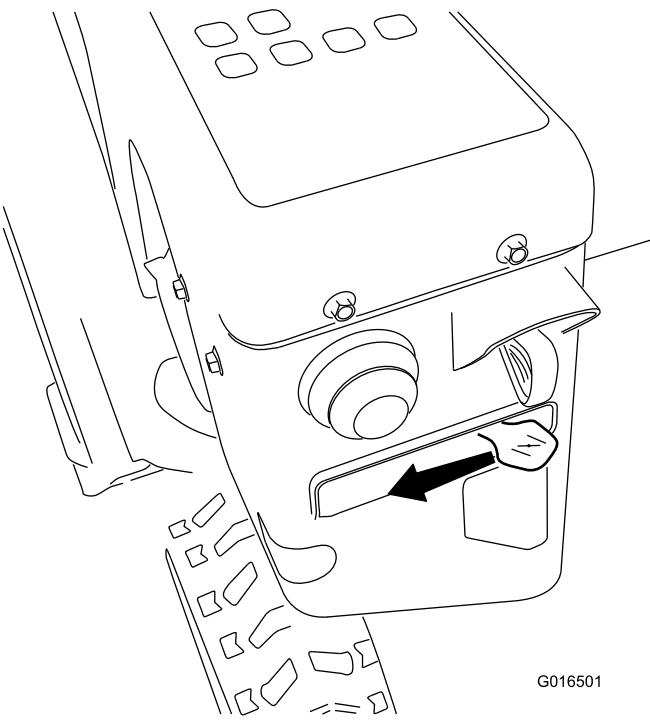

Figure 31
5. Réglez le starter à la position Starter (Figure 31).